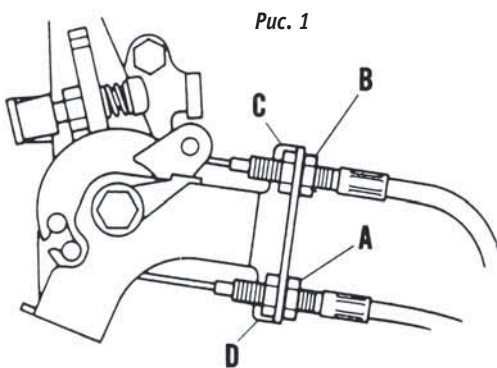

Рис. 1
5. Тщательно заверните фиксаторы А и В (рис. 1).